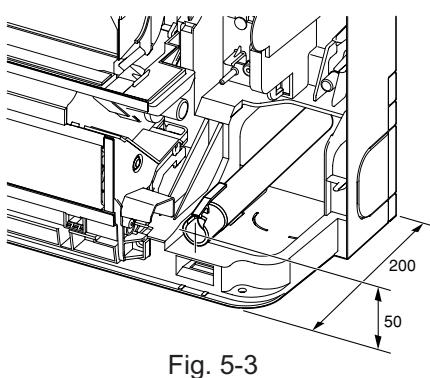

Fig. 5-3
- 布设排水管道时，请确保排水软管如图布设。(Fig. 5-3)